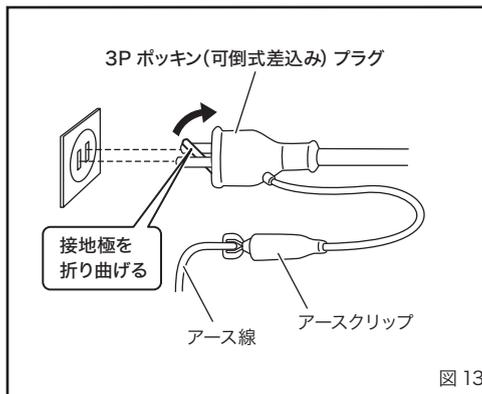

図 13
7. 使用する電源について (図 13)
- アースは、接地極のある電源コンセントに 3P ポッキンプラグ (接地極付プラグ) を差し込んで行ってください。接地極のない電源コンセントに接続するときは、接地極を折り曲げて電源コンセントに差し込み、アースクリップを使用してください。(図 13)